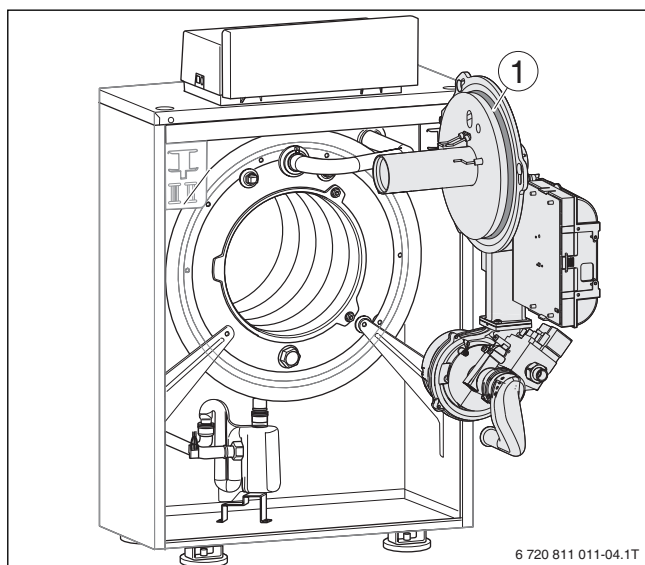

Bild 13 O-Ring Brennergehäuse
► Vor Brennermontage den richtigen Sitz des O-Rings (→ Bild 13, [1]) überprüfen und ggf. korrigieren.